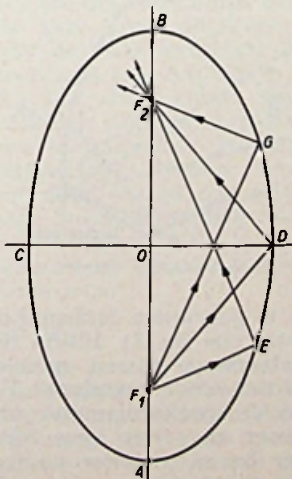

Fig. 1
Elke straal, die uitgaat van het eerste brandpunt  $F_1$ , wordt teruggekaatst naar het tweede brandpunt  $F_2$ , (zie fig. 1). Dit is eigenschap (1).
Dus, in fig. 1:
$DF_1 + DF_2 = EF_1 + EF_2 = GF_1 + GF_2$ . Dit is eigenschap (2); hiervan zullen we straks herhaaldelijk gebruik maken. Om vast een voorbeeld te noemen: We kunnen gemakkelijk iedere ellips tekenen, als we de brandpunten weten. We nemen dan een touwtje, dat langer is dan de afstand tussen de twee brandpunten, en we zetten de einden van dit touwtje met een paar punaises vast in de brandpunten. We zetten nu de punt van een potlood op het papier, zó, dat we het touwtje strak trekken. In fig. 1 is bv. E die potloodpunt, en de lijn  $F_1EF_2$  het touwtje. Voortgaande in de richting van D kunnen we nu een ellips tekenen.